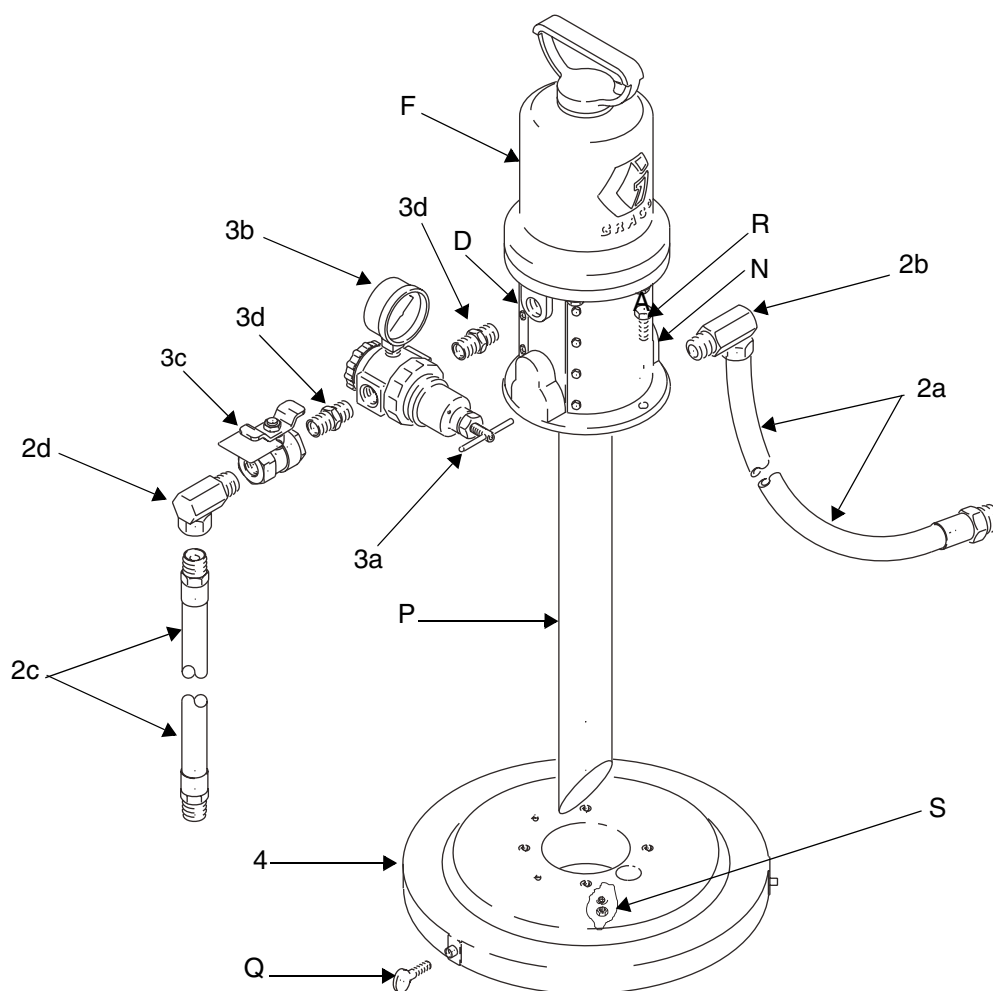

FIG. 5
1. Monter le couvercle (4) sur un fût de 60 litres et le fixer à l'aide des vis de serrage (Q). Voir FIG. 5.
2. Pour 246904, couper le tube (P) suivant un angle de 45° pour adapter la longueur du tube à la taille du fût. Une fois le tube mis en place, son extrémité pointue doit se trouver à env. 25 mm du fond du fût. La taille du tube d'aspiration du modèle 225094 est adaptée au fût.
3. Monter la pompe (F) sur le couvercle (4) à l'aide des vis (R), des rondelles et écrous (S) fournis.
4. Monter le kit régulateur d'air (repères 3a à 3d) sur l'entrée d'air de la pompe (D) comme indiqué. Utiliser de la colle à filetage et bien serrer toutes les pièces.
6. Appliquer de la colle à filetage sur la partie mâle du raccord tournant de 1/2 npt (2b). Visser le raccord sur la sortie produit de la pompe (N).